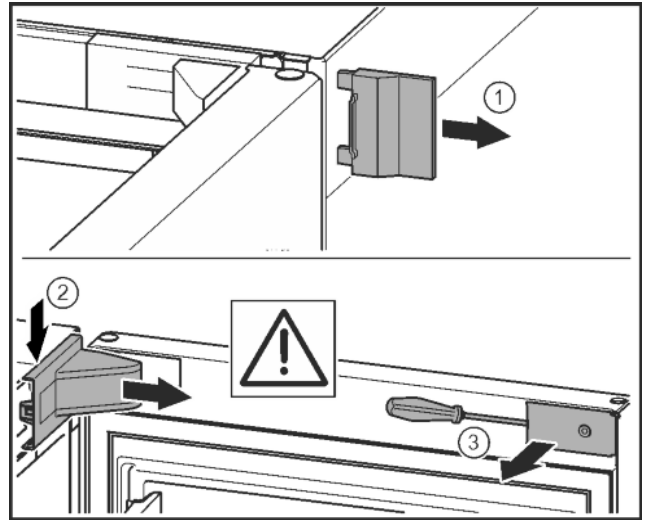

Fig. 8
- ▶ Detașați capacul exterior. Fig. 8 (1)
- ▶ Deblocați și desprindeți capacul suportului de lagăr. Scoateți capacul suportului de lagăr. Fig. 8 (2)
- ▶ Deblocați masca cu șurubelnița plată și pivotați-o în lateral. Fig. 8 (3)